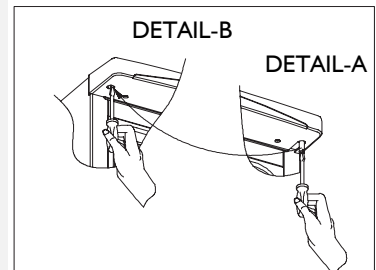

Fig. 4
3. Dévissez la cheville de la charnière supérieure de droite (Fig.4/Détail A) et revissez-la sur la charnière de gauche (Fig.4/Détail B).